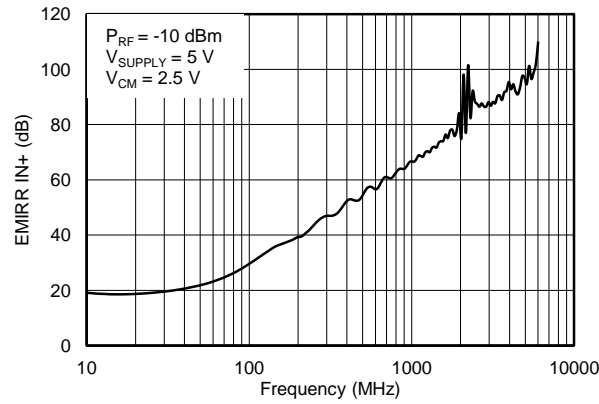

Figure 33. EMIRR IN+ 与频率间的关系
电磁干扰抑制比 (EMIRR) IN+ 与频率间的关系	Figure 33
德州仪器 (TI) 已经开发出在 10MHz 至 6GHz 扩展宽频谱范围内准确测量和量化运算放大器抗扰度的功能。EMI 抑制比 (EMIRR) 度量可实现运算放大器与 EMI 抗扰度的直接比较。Figure 33 图示了在 OPA313 系列上进行这个测试所得到的结果。也可在应用报告中找到详细信息，运算放大器的 EMI 抑制比\(SBOA128\)，可从 www.ti.com 内下载。